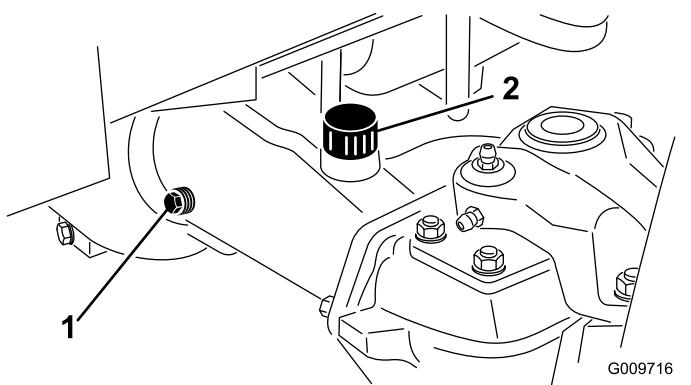

Figura 69
2. Retire un tapón de verificación de un extremo del eje (Figura 69) y asegúrese de que el lubricante llega al borde inferior del orificio.
3. Si el nivel es bajo, retire el tapón de llenado (Figura 69) y añada suficiente lubricante para que el nivel llegue al borde inferior de los orificios de los tapones de verificación.